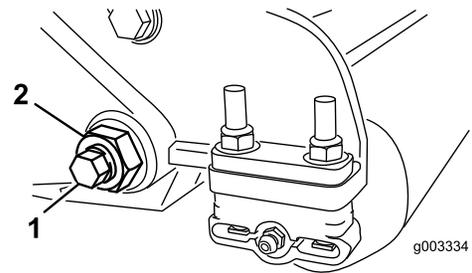

図 31
3. ベッドバーボルト 図 31 を固定しているロックナット機体両側をゆるめる。
4. 各ベッドバーボルトを抜いて、ベッドバーを下に引き抜いて外す 図 31。